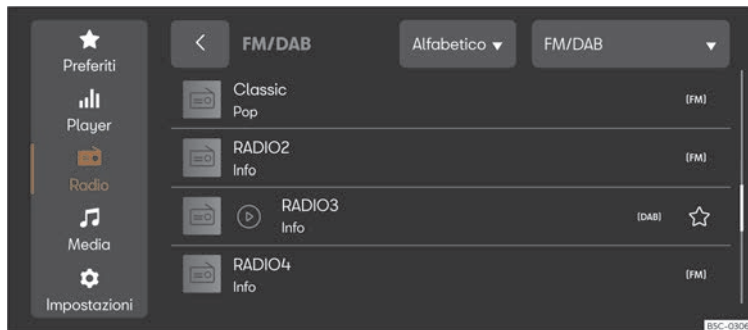

Fig. 156 Rappresentazione schematica: Visualizzazione Radio.
- Premere **MENU** > >>> **fig. 156**.